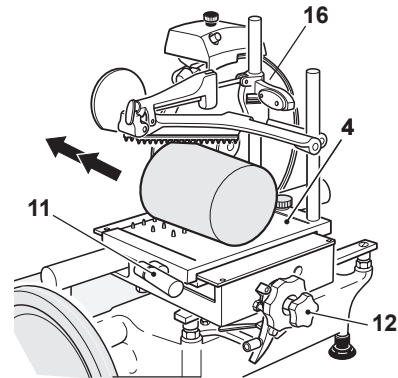

Figure 10-3
- Tournez le volant du porte-produit (12) dans le sens anti-horaire, poussez doucement vers le bas le levier d'avance rapide (11) pour écarter le porte-produit (4) de la lame (Figure 10-3).